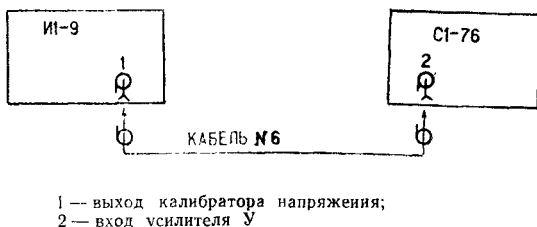

Рис. 8.
13.4.3в. Погрешность коэффициентов отклонения определяют методом косвенного измерения при помощи калибратора осциллографов (рис. 8).